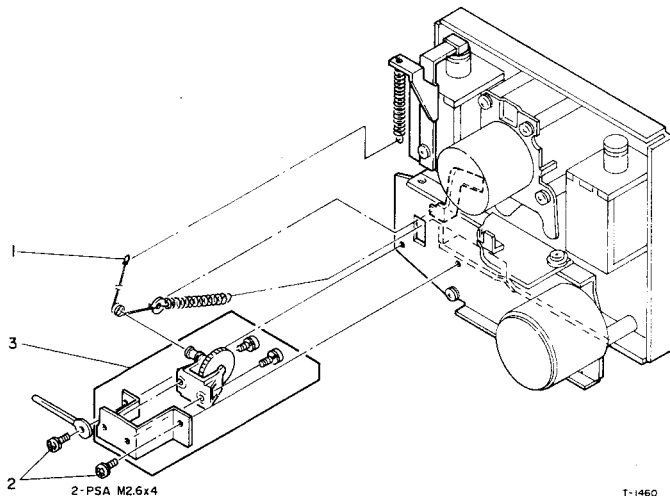

Fig. 4-5 Cassette Damper
2. Fig. 4-5, 1
3. Fig. 4-5, 1.
2. Fig. 4-5, 1.